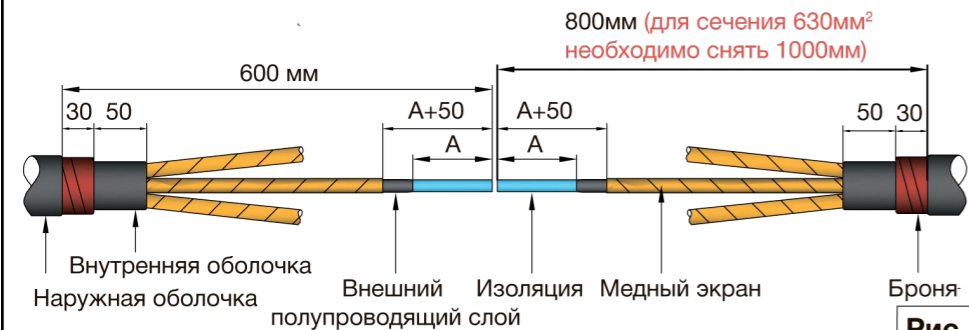

Рис. 1
- 1.2 Сохраните броню, как показано на рис. 1. Закрепите броню пружиной с постоянной жесткостью, а затем обрежьте остальную броню. (Требуется только для бронированного кабеля)
- 1.3 Сохраните внутреннюю оболочку, как показано на рис. 1. (Требуется только для бронированного кабеля)